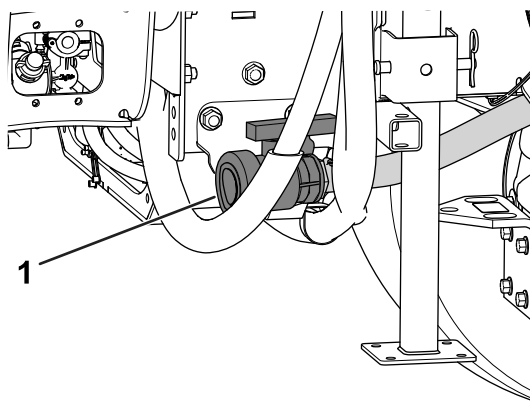

Figure 93
2. Trouvez l'emplacement du robinet de vidange de la cuve du côté droit de la machine (Figure 93).